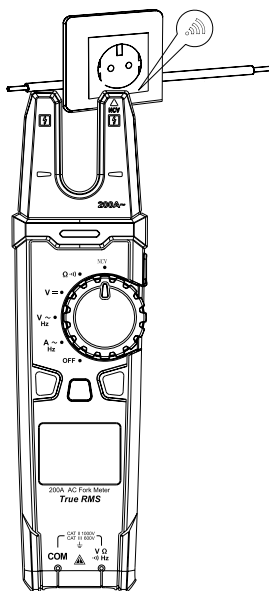

Рис.7. Бесконтактное обнаружение переменного напряжения (NCV)
- 1) Установите переключатель в режим NCV (см. рис. 7).
- 4) Если напряжение электрического поля ≥100 В (AC), на дисплее будут отображаться символы «->», количество которых («->», «->», «- ->» или